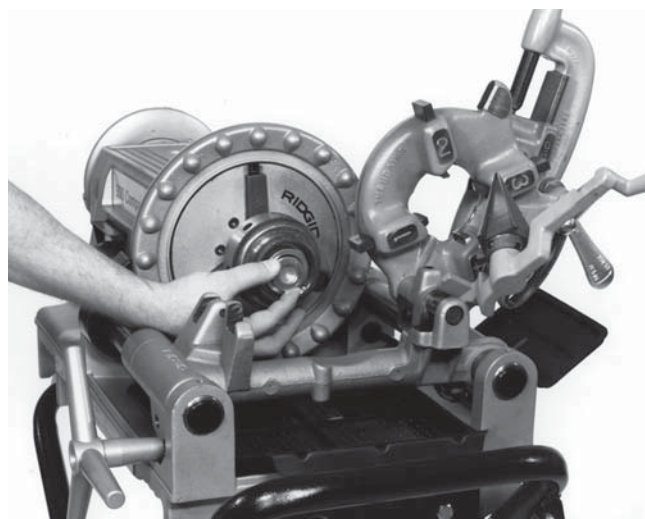

Рисунок 16 – Вставьте вкладыш в патрон для патрубков
3. Вставьте вкладыш (рисунок 16) меньшим концом к корпусу патрона для труб 1/8" – 3/4"; большим концом к корпусу патрона для трубы 1"; для труб 1 1/4" и больше вкладыш не требуется.